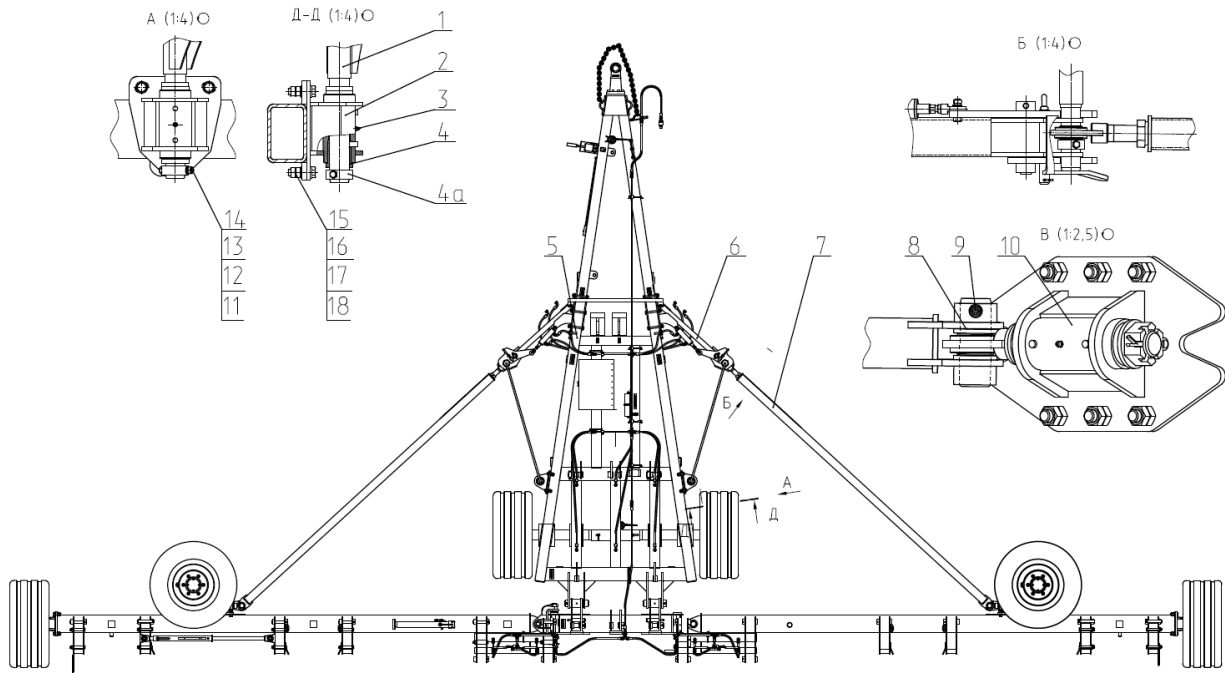

Рис.7 КБП12 04.000 Механизм растяжек.
2.5 Механизм растяжек (Рис.7) служит для удержания боковых балок в рабочем положении и удобном переводе культиватора из рабочего положения в транспортное и наоборот. Механизм состоит из двух водил 1, двух кронштейнов 5,6, двух растяжек 7, двух стаканов 2 и двух корпусов 10.